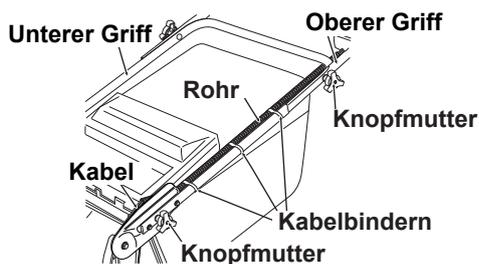

Abb. 1
1. Installieren Sie den unteren Griff (mit 2 Knopfmutter) an der Maschine. (Siehe Abb. 1 und 2)